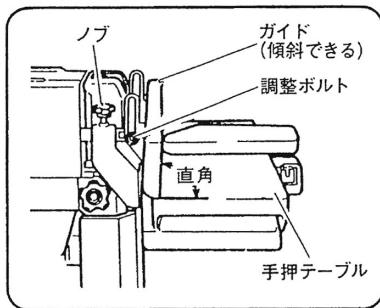

図 16
- (1) 調整ボルト(2本)を付属の両口スパナ(13mm)でゆるめ、手押テーブルとガイドを直角に調整します。 (図 16)